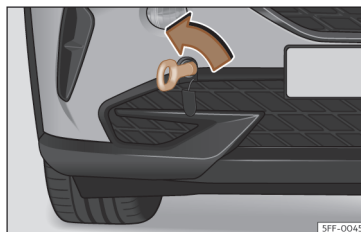

Fig. 200 Parte direita do para-choques dianteiro: argola de reboque enroscada.
- Enrosque a argola de reboque no alojamento girando-a ao máximo **no sentido contrário ao dos ponteiros do relógio** >>> **Fig. 200**, >>> ⓘ.